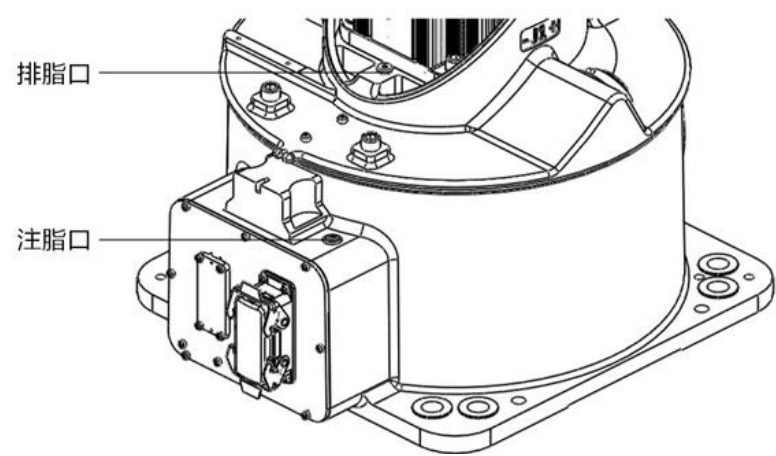

图 12-7 更换 J1 轴减速器润滑脂
- 步骤4. 卸下排脂口 M10x1 堵头，如图 12-7 所示。